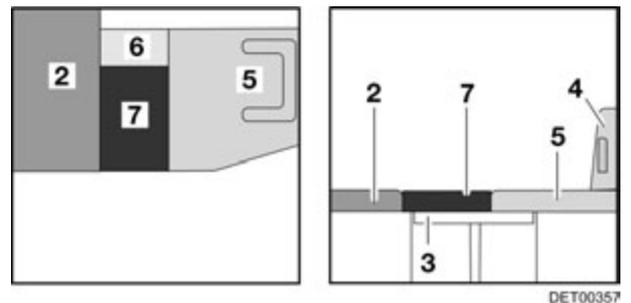

Fig. 100 Après la transformation
- Placer les coussins supplémentaires (Fig. 100,6 et 7) sur la table.
- Placer le coussin supplémentaire (Fig. 100,5) sur le siège conducteur.
- Le cas échéant, repousser le siège conducteur (Fig. 100,4).
- ▷ Sur certains modèles, les coussins supplémentaires (Fig. 100,6 et 7) sont remplacés par un seul coussin supplémentaire.